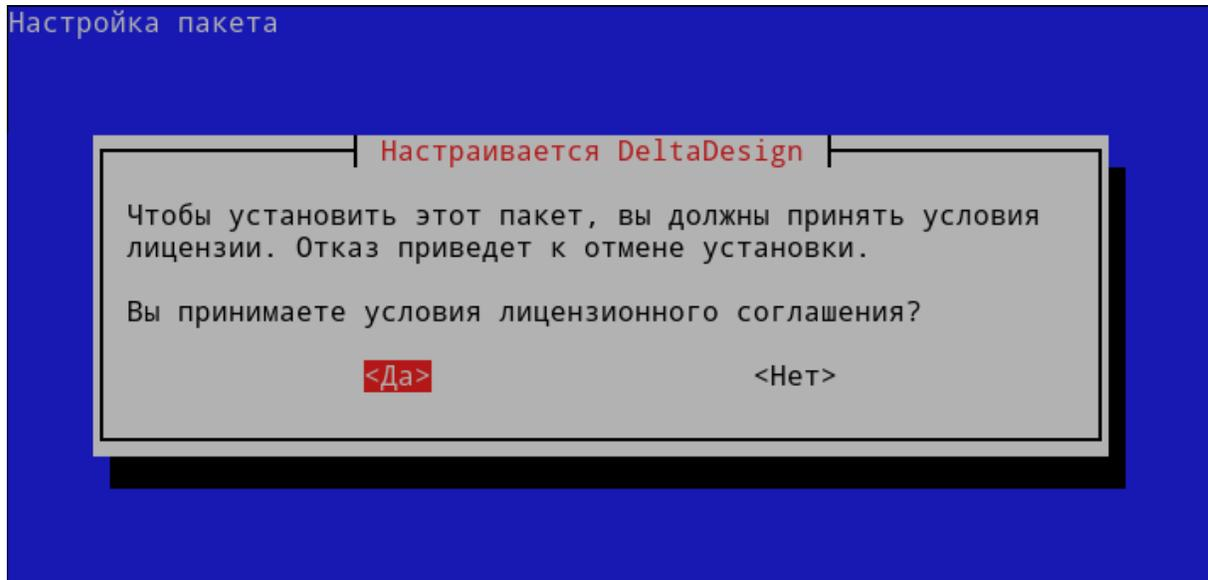

Рис. 8 Принятие условий лицензионного соглашения
5. Для принятия условий лицензионного соглашения нажмите «Да», см. Рис. 8.